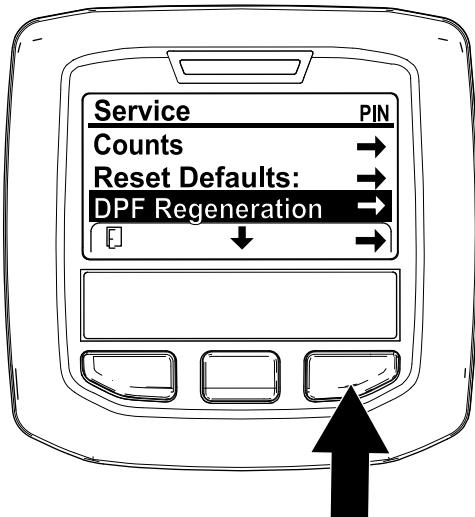

Figura 41
1. Aceda ao menu de manutenção, pressione o botão central para se deslocar para a opção DPF REGENERATION (Regeneração do DPF) (Figura 41).
2. Pressione o botão direito para selecionar a entrada Regeneração do filtro de partículas de gasóleo (Figura 41).